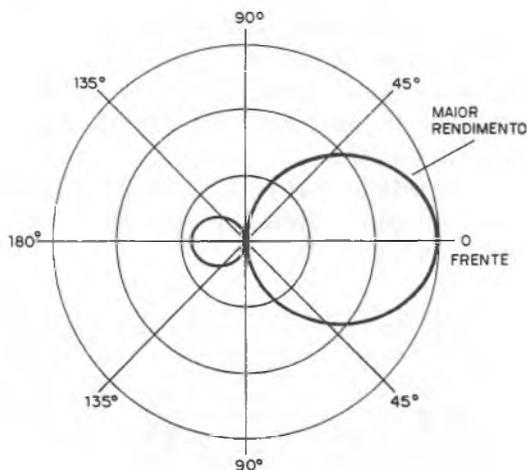

figura 6
b) Direcionalidade: é a qualidade que uma antena tem de captar melhor a energia numa certa direção. (Figura 6)